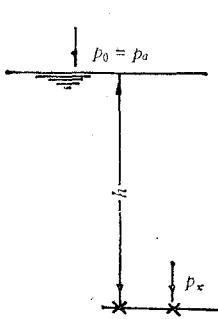

图 1-9 水深计算
**【例题 1-3】** 如图1-9所示，水池的表面压强等于大气压， $p_0 = p_a$ ，试求相对压强  $p_x = 784.8 \text{ kN/m}^2$  处的水深  $h$  为多少？